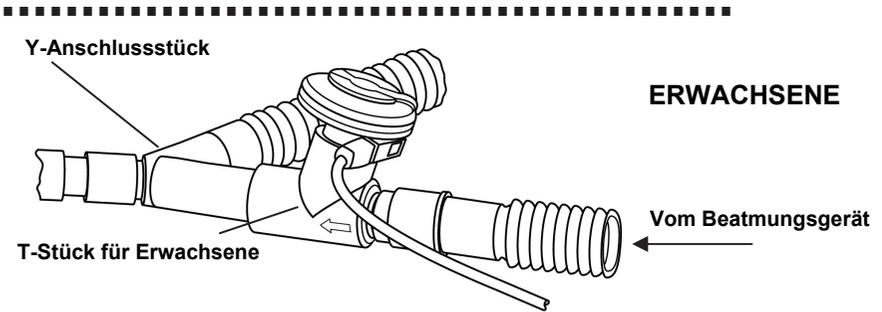

Abbildung 6: Anschluss an ein Beatmungsschlauchsystem für Erwachsene
1. Bei **Beatmungsschlauchsystemen für Erwachsene** die Verneblereinheit mit dem T-Stück für Erwachsene im Inspirationsschenkel des Beatmungsschlauchsystems vor dem Y-Patientenanschlussstück anschließen (Abbildung 6).